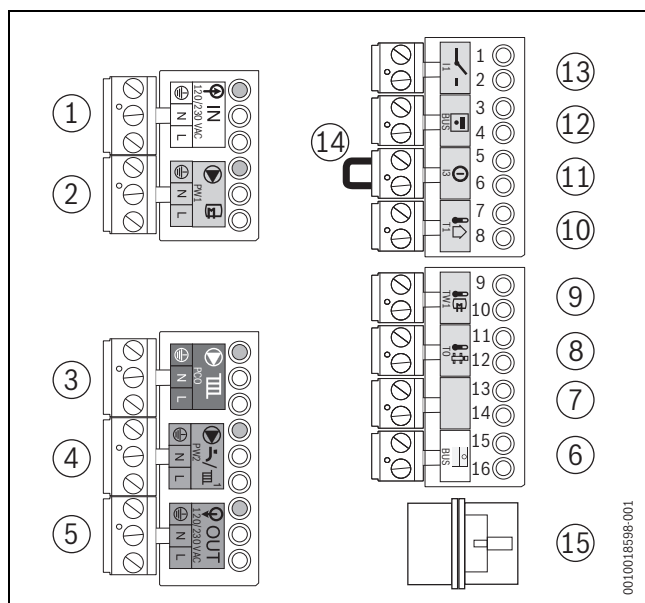

Bild 46 Klemmleisten
- ▶ Ein-/Aus-Raumtemperaturregler auf Anschlussklemme **I1** (→ Bild 46, [13]) anschließen (Zubehör).
- ▶ Regler auf Anschlussklemme **BUS** (→ Bild 46, [6]) anschließen. Hierzu ein 2-adriges Stromkabel von 0,4 bis 0,75 mm² verwenden.
- ▶ Anschlusskabel [2] an die orange Anschlussklemme **BUS** (→ Bild 46, [6]) anschließen und zum ersten Funktionsmodul führen.
- Brücke (→ Bild 46, [14]) auf Anschlussklemme ① entfernen.
- Außentemperaturfühler an Anschlussklemme T1 (→ Bild 46, [10]) anschließen.
- Speichertemperaturfühler an Anschlussklemme TW1 (→ Bild 46, [9]) anschließen.
- Heizungspumpe an die grüne Anschlussklemme ► **PCO** (→ Bild 46, [3]) anschließen.
- Zirkulationspumpe an die lila Anschlussklemme ► **PW2** (→ Bild 46, [4]) anschließen.
- Speicherladepumpe an die graue Anschlussklemme ► **PW1** (→ Bild 46, [2]) anschließen.
- Externes 3-Wege-Ventil an die graue Anschlussklemme ► **PW1** (→ Bild 46, [2]) anschließen.